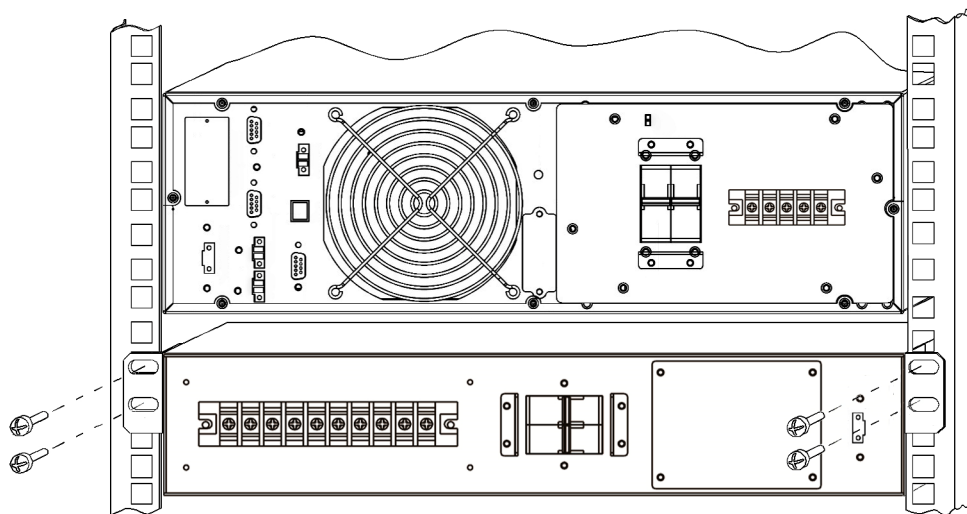

Рисунок 3 – Порядок установки модуля MBS 1/1 6-10К в стандартный шкаф или стойку для телекоммуникационного оборудования шириной 19 дюймов
**7.1.3** Установку модуля в шкаф следует производить в следующей последовательности (рисунок 3):